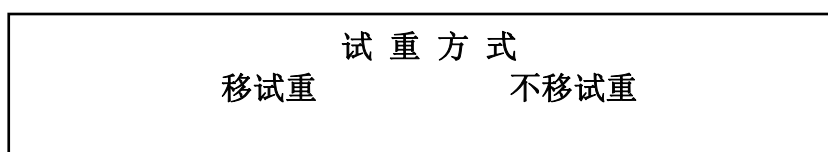
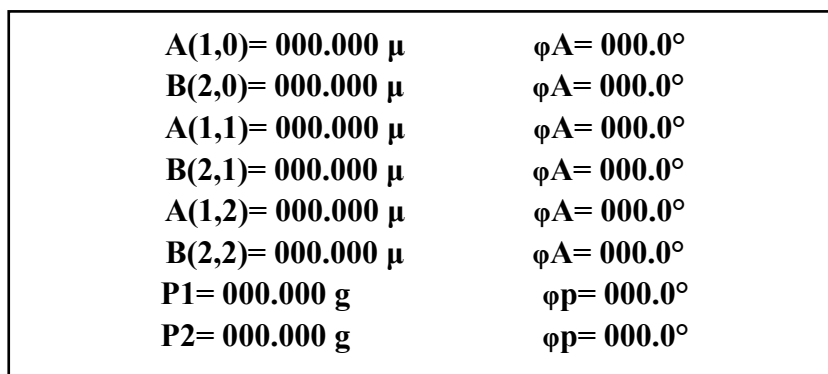

图 4-40
图 4-42
(2) 输入以上参数，按|执行|键，屏幕显示如图 4-40。
(1) 进入动平衡菜单（图 4-6），将<单面>切换成<双面>、<测量>切换成<计算>。按|执行|键，屏幕显示如图 4-42。
(2) 在图 4-42 中输入相应参数，输入方法与图 4-11 相同。按|执行|键，屏幕显示试重方式菜单（图 4-40）。